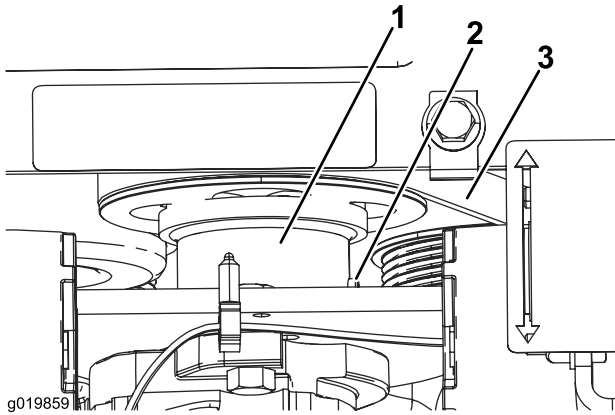

Bild 51
5. Lösen Sie die Stellschraube an der Pumpenantriebskupplung (Bild 51).
6. Lassen Sie die Kupplung (von der Riemenscheibe weg) nach unten ab (Bild 51).